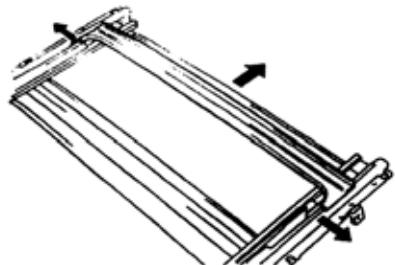

图 9-213
- (1)从支架上断开 4 个排水管。
- (2)拆下 6 个螺栓、2 个螺母和 4 个支架。
- (3)拆下 4 个螺母和支架总成。
8)拆下天窗后流水槽。如图 9-213 所示，拆下天窗流水槽。